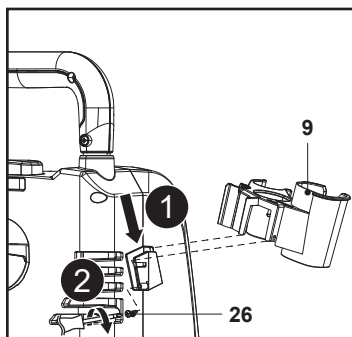

Fig. 1
1. Glisează suportul de suspendare (9) pe baza de susținere și aliniază găurile de montare, apoi folosește o șurubelniță cu cap în cruce adecvată (nefurnizată) pentru a strânge conexiunea cu șurubul (ST3,5 x 13) (25) (fig. 1).